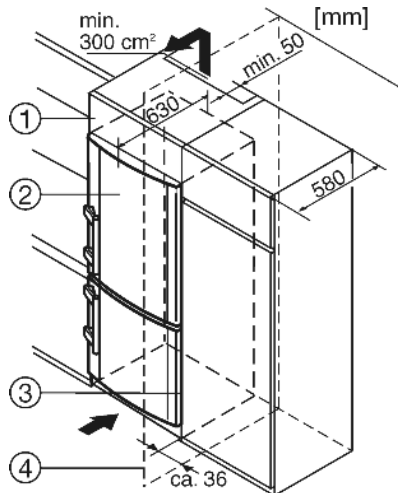

Fig. 9
- (1) Overskab
- (2) Apparat
- (3) Køkkenskab
- (4) Væg
Køkkenindretningen kan anbringes omkring apparatet. For at tilpasse apparatet *Fig. 9 (2)* til køkkenhøjden, kan der anbringes et passende overskab *Fig. 9 (1)* oven på apparatet.
Ved integration med normerede køkkenskabe (dybde maks. 580 mm) kan apparatet stilles op direkte ved siden af køkkenskabet *Fig. 9 (3)*. Apparatets dør rager i siden 34 mm og i apparatets midte 50 mm frem i forhold til køkkenskabfronten. Således kan den åbnes og lukkes uden vanskeligheder.
Hvis apparatet opstilles med hængslerne ved siden af en væg *Fig. 9 (4)*, skal afstanden mellem apparatet og væggen være mindst 36 mm. Dette svarer til håndtagets udhæng ved åbnet dør.